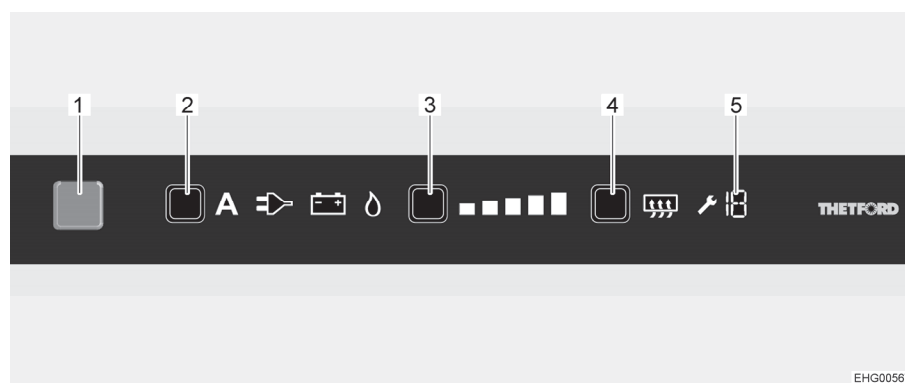

Bild 133 Reglage, knappar
När kylskåpet slås på väljs automatiskt den senast valda termostatinställningen. Denna inställning kan ändras manuellt med kylnivåknappen (Bild 133,3). De lysande staplarna på kylnivåindikatorn visar den valda termostatinställningen. Med hjälp av kylnivåknappen ställs kyltemperaturen in för alla tre energisätt. Det tar alltid några timmar innan man har en normal drifttemperatur i kylskåpet. Om en omkoppling sker till ett andra driftläge förändras termostatinställningen inte. Kyltemperaturen bibehålls oberoende av den valda energikällan.
- Tryck på På/Av-knappen (Bild 133,1) i en sekund. Knappen tänds blå. Efter ca 10 sekunder dimmas indikeringen automatiskt för att spara ström.
- Tryck på energivalknappen (Bild 133,2) flera gånger tills önskad energikälla har valts.
- Tryck på kylnivåknappen (Bild 133,3) flera gånger tills önskad kylnivå har valts. Den aktuella kylnivån indikeras av lysande staplar.
- Tryck på På/Av-knappen (Bild 133,1) i cirka 2 sekunder. Alla lampor slocknar. Kylskåpet är avstängt.